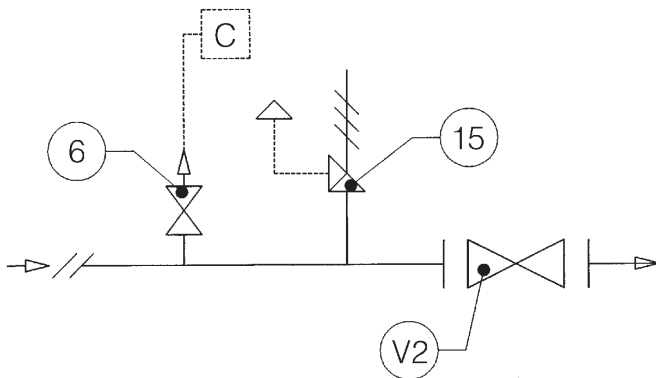

Fig. 11
3.1.1 INSTALLATION DIREKT AN DER REGELSTRECKE (ABB. 11)
3.1.1 INSTALLATION DIRECTE SUR LA LIGNE (FIG. 11)